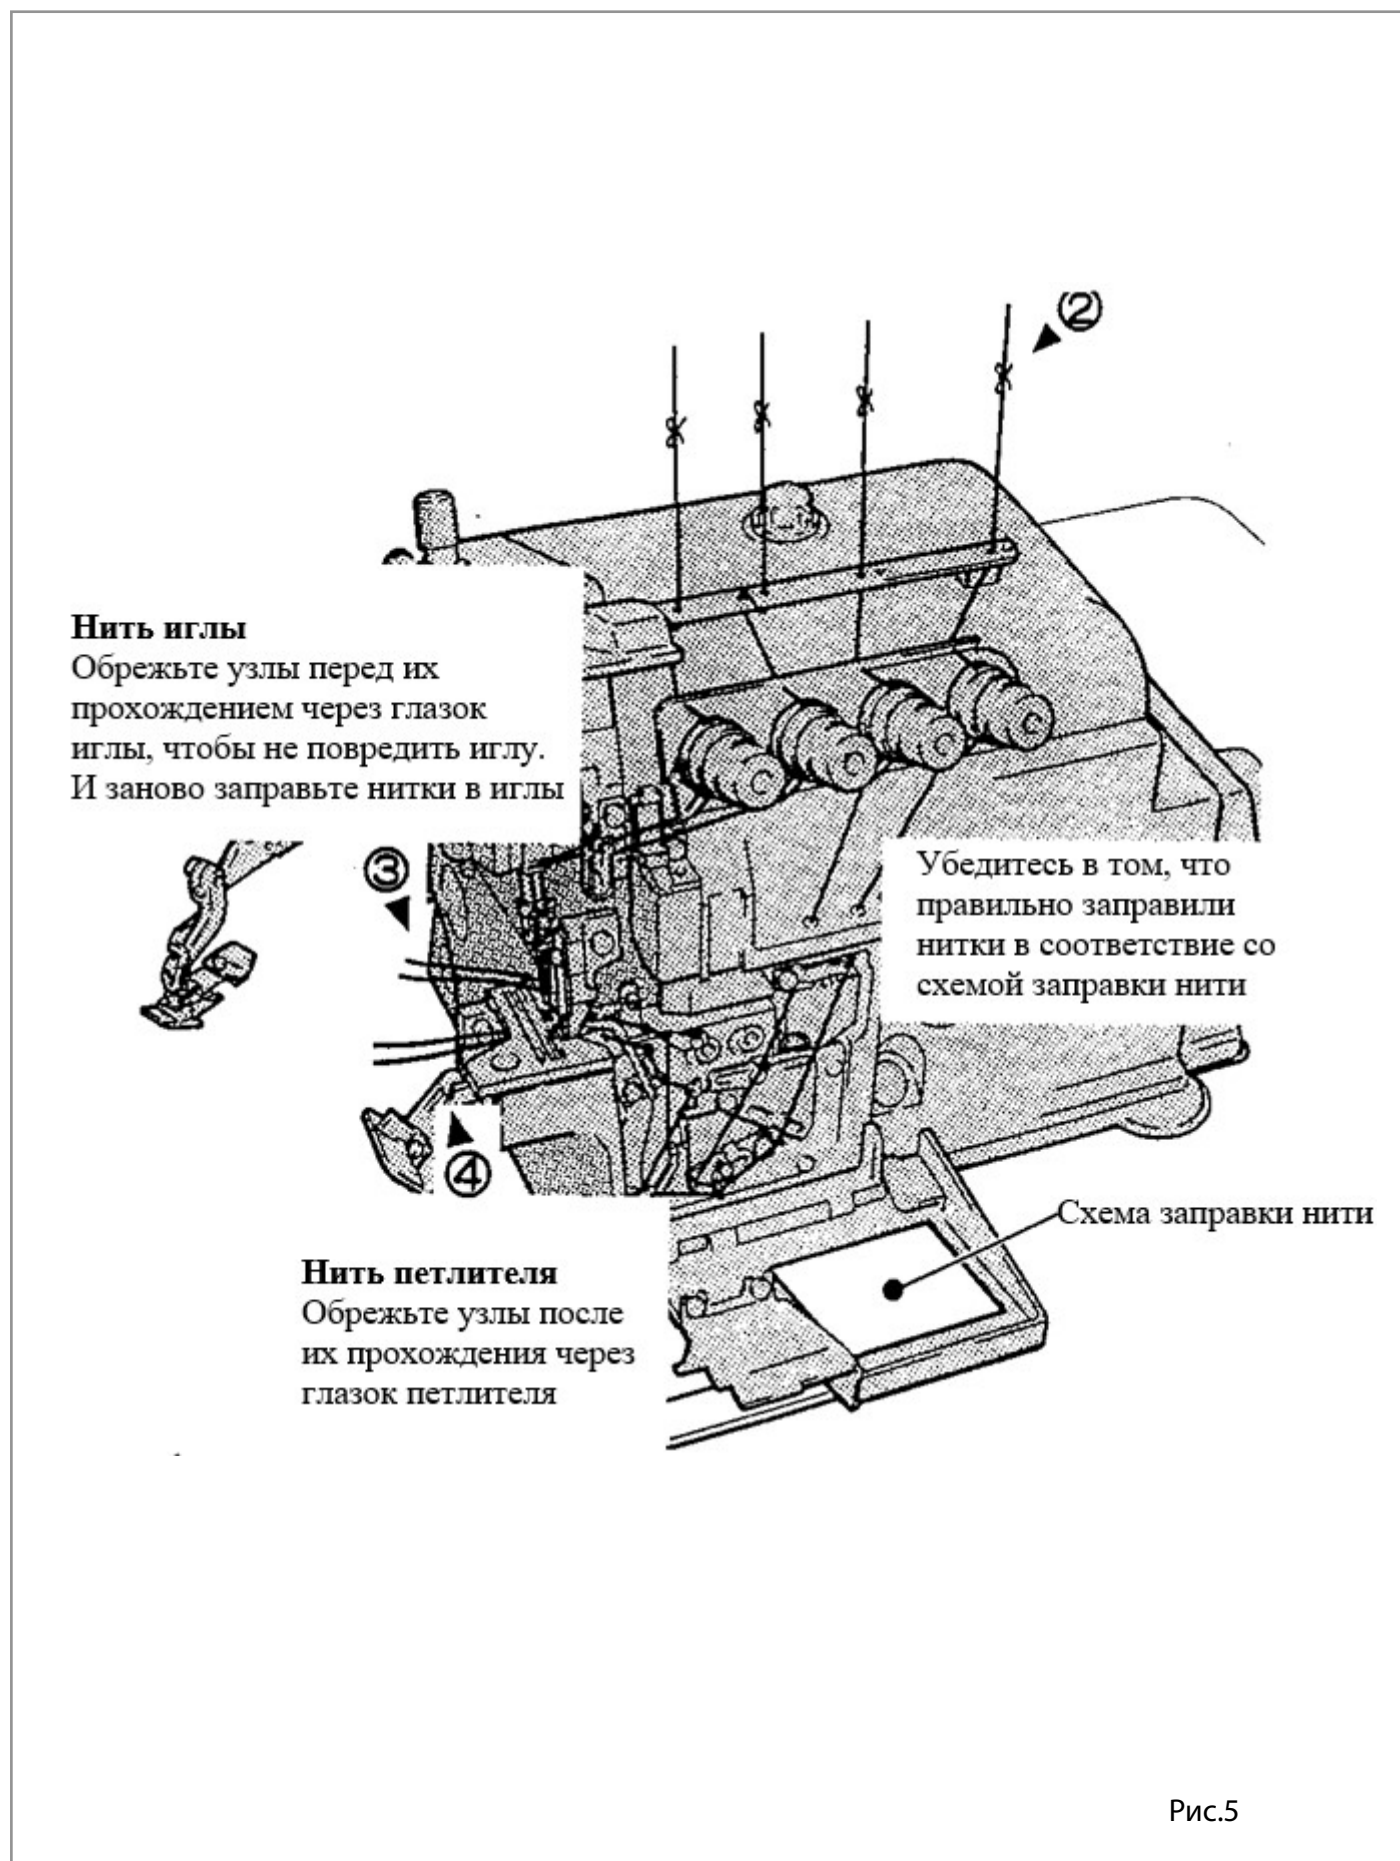

Рис.5
2. Свяжите узлом предварительно заправленные нитки с нитками, которые будут использоваться при шитье (см. рис.5).